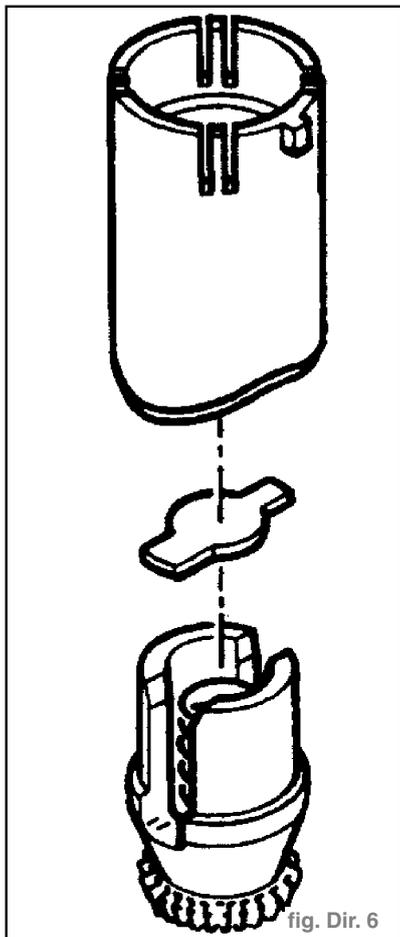

fig. Dir. 6
- Il peut arriver exceptionnellement que le pignon d'entraînement soit décalé de quelques dents. Dans ce cas, extraire le manchon à l'aide de deux petits tournevis. (fig. Dir. 6)
- mettre en place l'ensemble du pignon d'entraînement (fig. Dir. 6),
- vérifier le clipsage du manchon (fig. Dir. 6),